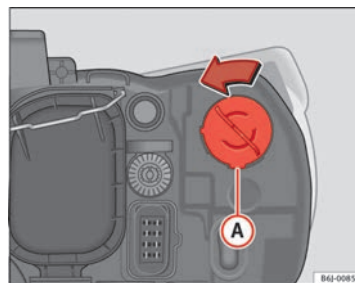

Fig. 167 Feux clignotants
- Tournez le support d'ampoules ⇒ fig. 167 **A** vers la gauche puis tirez.